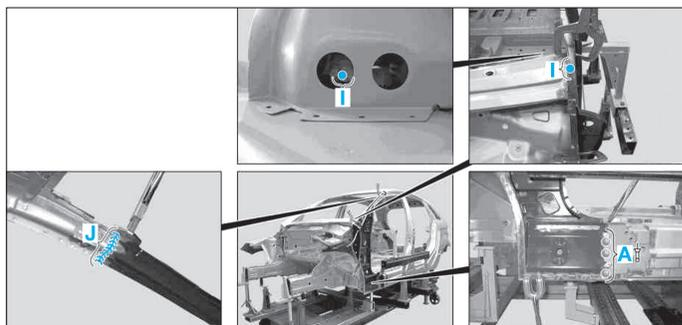

FIG. 47
- dans les zones (B), (C), (D), (E), (G) et (H),
- dans la zone (F).
- Souder les points (Fig.47) :
- dans la zone (I),
- dans la zone (J).